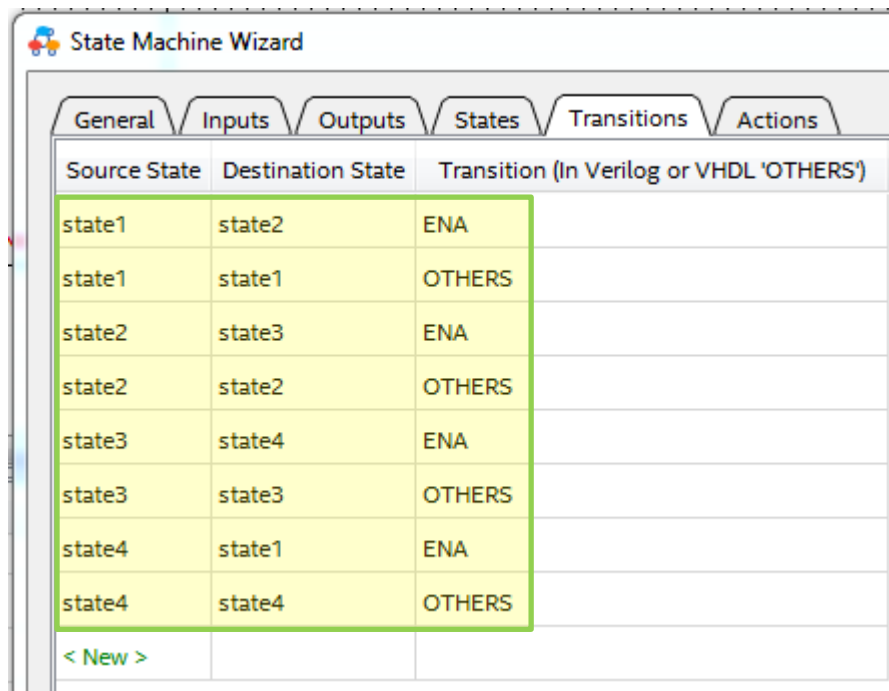

Рис. 19 Задание условий перехода конечного автомата
4.7. На вкладке **Transitions** кликните левой кнопкой мыши по надписи «**New**» в колонке **Source State** (исходное состояние) и введите имя состояния автомата **state1**. Затем в колонке **Destination State** (состояние назначения) введите состояния автомата **state2**. В колонке **Transition** определите условие перехода автомата из состояния **state1** в состояние **state2**. Аналогично заполните остальные строки таблицы (рис. 19).